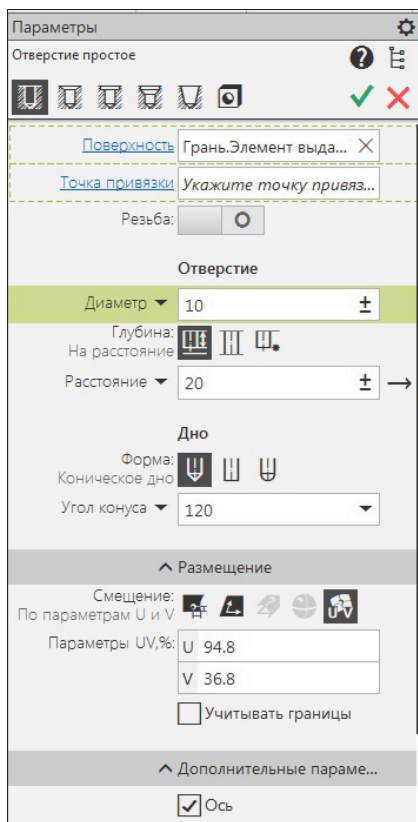

Рис. 21.17. Панель Параметры: Отверстие простое
- ◆ нажмите кнопку **Отверстие простое.** На панели **Параметры: Отверстие простое** (рис. 21.17) под заголовком имеются кнопки построения всех ранее перечисленных отверстий;